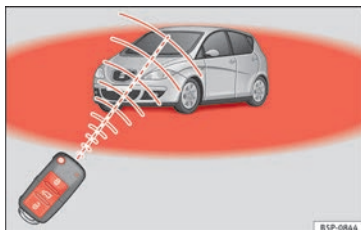

Abb. 51 Wirkungsbereich der Funk-Fernbedienung
- Die Funk-Fernbedienung funktioniert nur, wenn Sie sich im Wirkungsbereich befinden » Abb. 51 (roter Bereich).